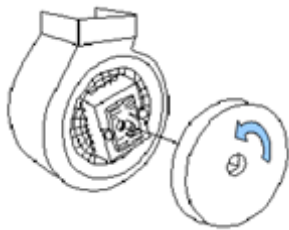
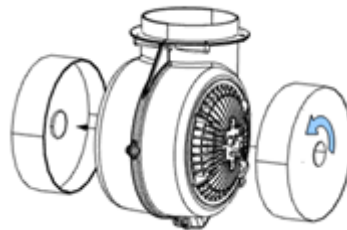

Abb.6
Abb. 7
Die Haube ist so konzipiert, dass ein (Bild 6) oder je nach Modell- zwei Filter (Bild 7) auf beiden Seiten der Turbine angebracht werden können. Kohlefilter können nicht gewaschen oder regeneriert werden und sollten mindestens alle 6 Monate oder bei Bedarf, häufiger ausgetauscht werden. Bitte denken Sie daran immer beide Filter auszuwechseln.
### **Austauschen des Kohlefilters (Abb. 6, Abb. 7)**
4. Entfernen Sie den Kohlefilter in der Haube des Turbinengehäuses auf beiden Seiten (Abb. 6) oder einen Filter auf der Vorderseite (Abb. 7), indem Sie ihn gegen den Uhrzeigersinn drehen.